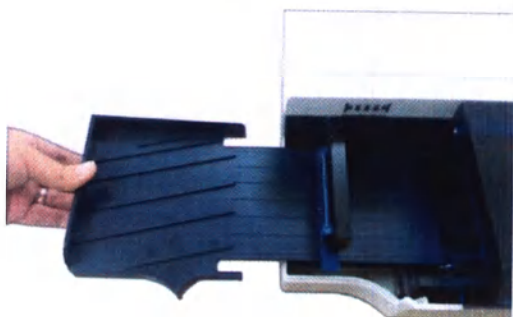

Рисунок 10
3. Вставьте направляющую пластину до конца, пока не услышите щелчок, как показано на Рисунок 10